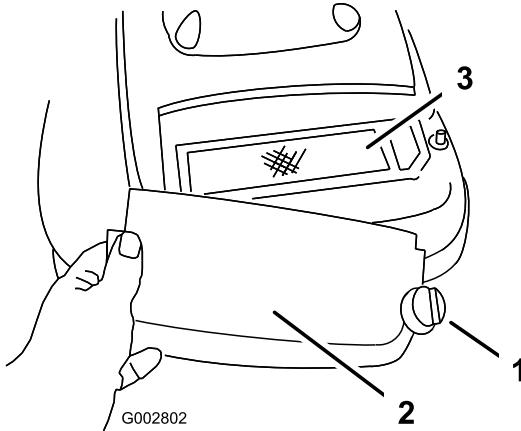

Figura 24
3. Togliete la vite di fissaggio dal coperchio del filtro dell'aria (Figura 24).
4. Togliete il coperchio e pulitelo accuratamente (Figura 24).